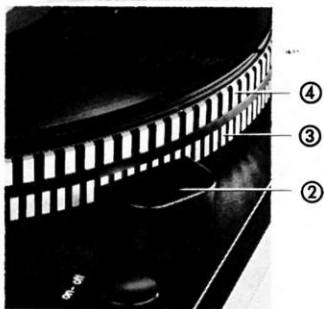

fig. 6
rieure ④ pour 45 t/min. (fig. 6). Si les traits illuminés se tournent en direction du plateau, la vitesse est trop grande, s'ils se tournent dans le sens inverse, la vitesse est trop petite. La vitesse est exacte si les traits illuminés paraissent immobilisés.